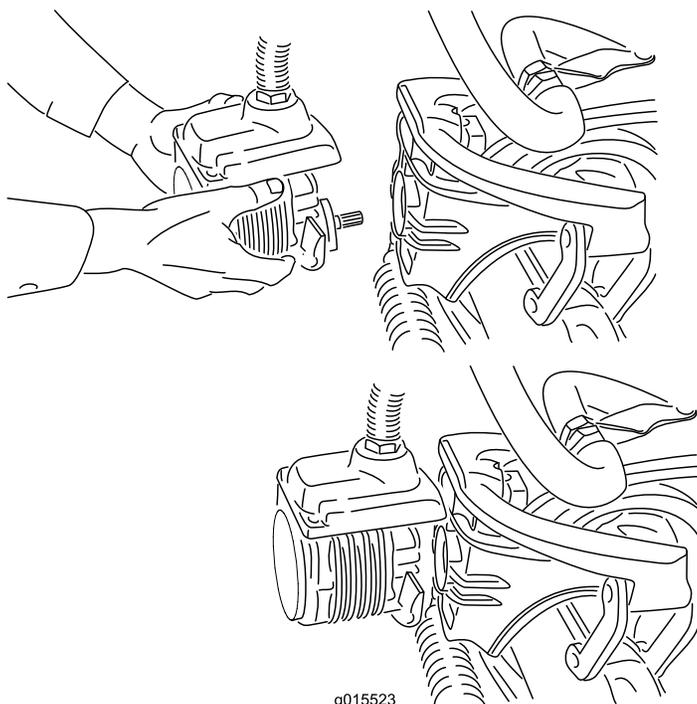

Рисунок 37
4. Переместите электродвигатель на место хранения на передней стороне рычага подвески (Рисунок 37).